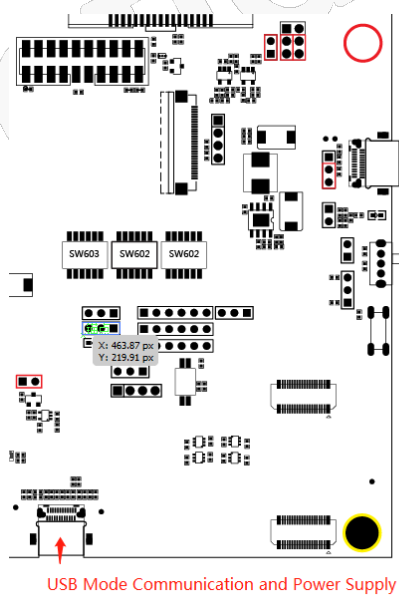

图 2-4 Type-C 供电并进行 USB 通信跳线
3. 使用 Type-C 进行供电及 USB 通信，跳线配置如图 2-4：